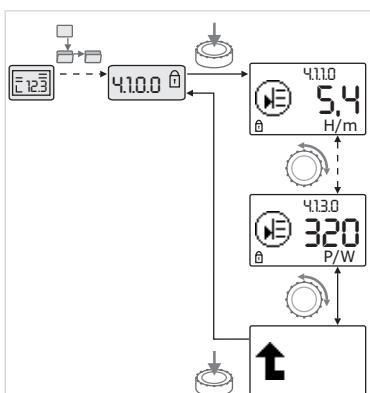

Fig. 34: solicitud de información
- Girando el botón blanco se accede a elementos de menú del tipo “Información” del submenú actual (véase la Fig. 34). Para obtener una explicación de los ajustes representados por símbolos, véase la tabla del capítulo 8.7 “Referencia de elementos de menú” en la página 179.